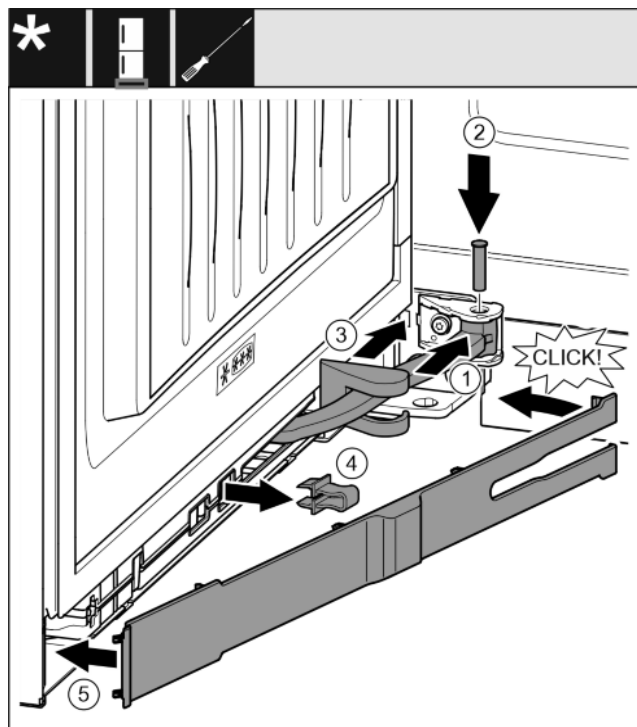

Fig. 37
- ▶ Gelenk in Aufhängung drehen. *Fig. 37 (1)*
- ▶ Bolzen mit einem Schraubendreher T15 in Aufhängung und Gelenk einsetzen. Dabei darauf achten, dass der Rastnocken korrekt in der Nut sitzt. *Fig. 37 (2)*
- ▶ Lagerbockabdeckung entlang des Gelenks schieben und über der Aufhängung montieren. *Fig. 37 (3)*
- ▶ Sicherung abnehmen. *Fig. 37 (4)*
- ▶ Blende griffseitig ansetzen und einschwenken. *Fig. 37 (5)*